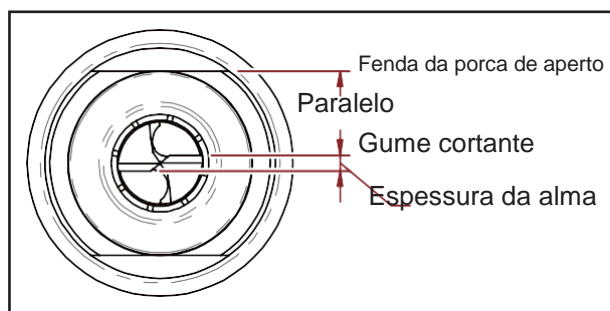
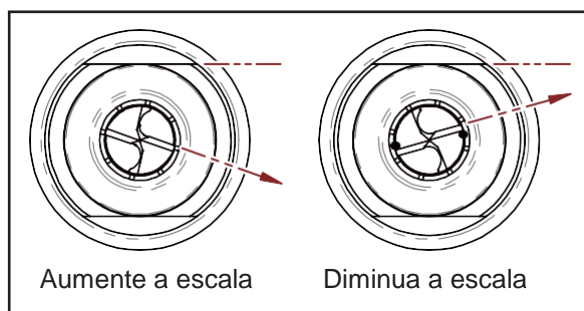

Fig. 7-4
Fig. 7-5
✘ Após retirar o conjunto de mandril, certifique-se de que o gume cortante da broca esteja paralelo com a fenda da porca de aperto (Fig. 7-4); se não estiver paralelo, reajuste-o. (Fig. 7-5)
- ✂ *Sempre mantenha o paralelismo antes de iniciar o procedimento de esmerilhamento. (Fig. 7-4)*